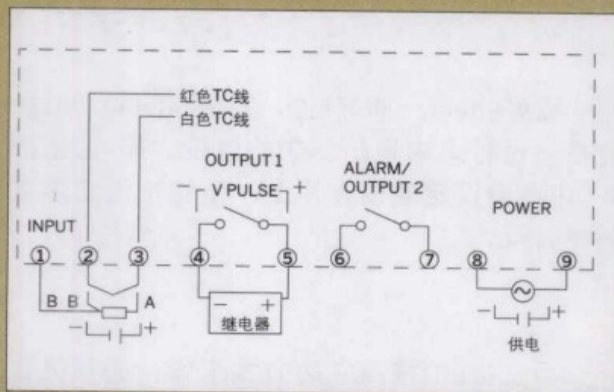

图7 PID引脚输出示意图
**8d.** 把导线按照下图连接好（见图7）。PID也是简单的螺丝紧固连接方式，所以只要把导线插进端子，拧紧螺丝就好。